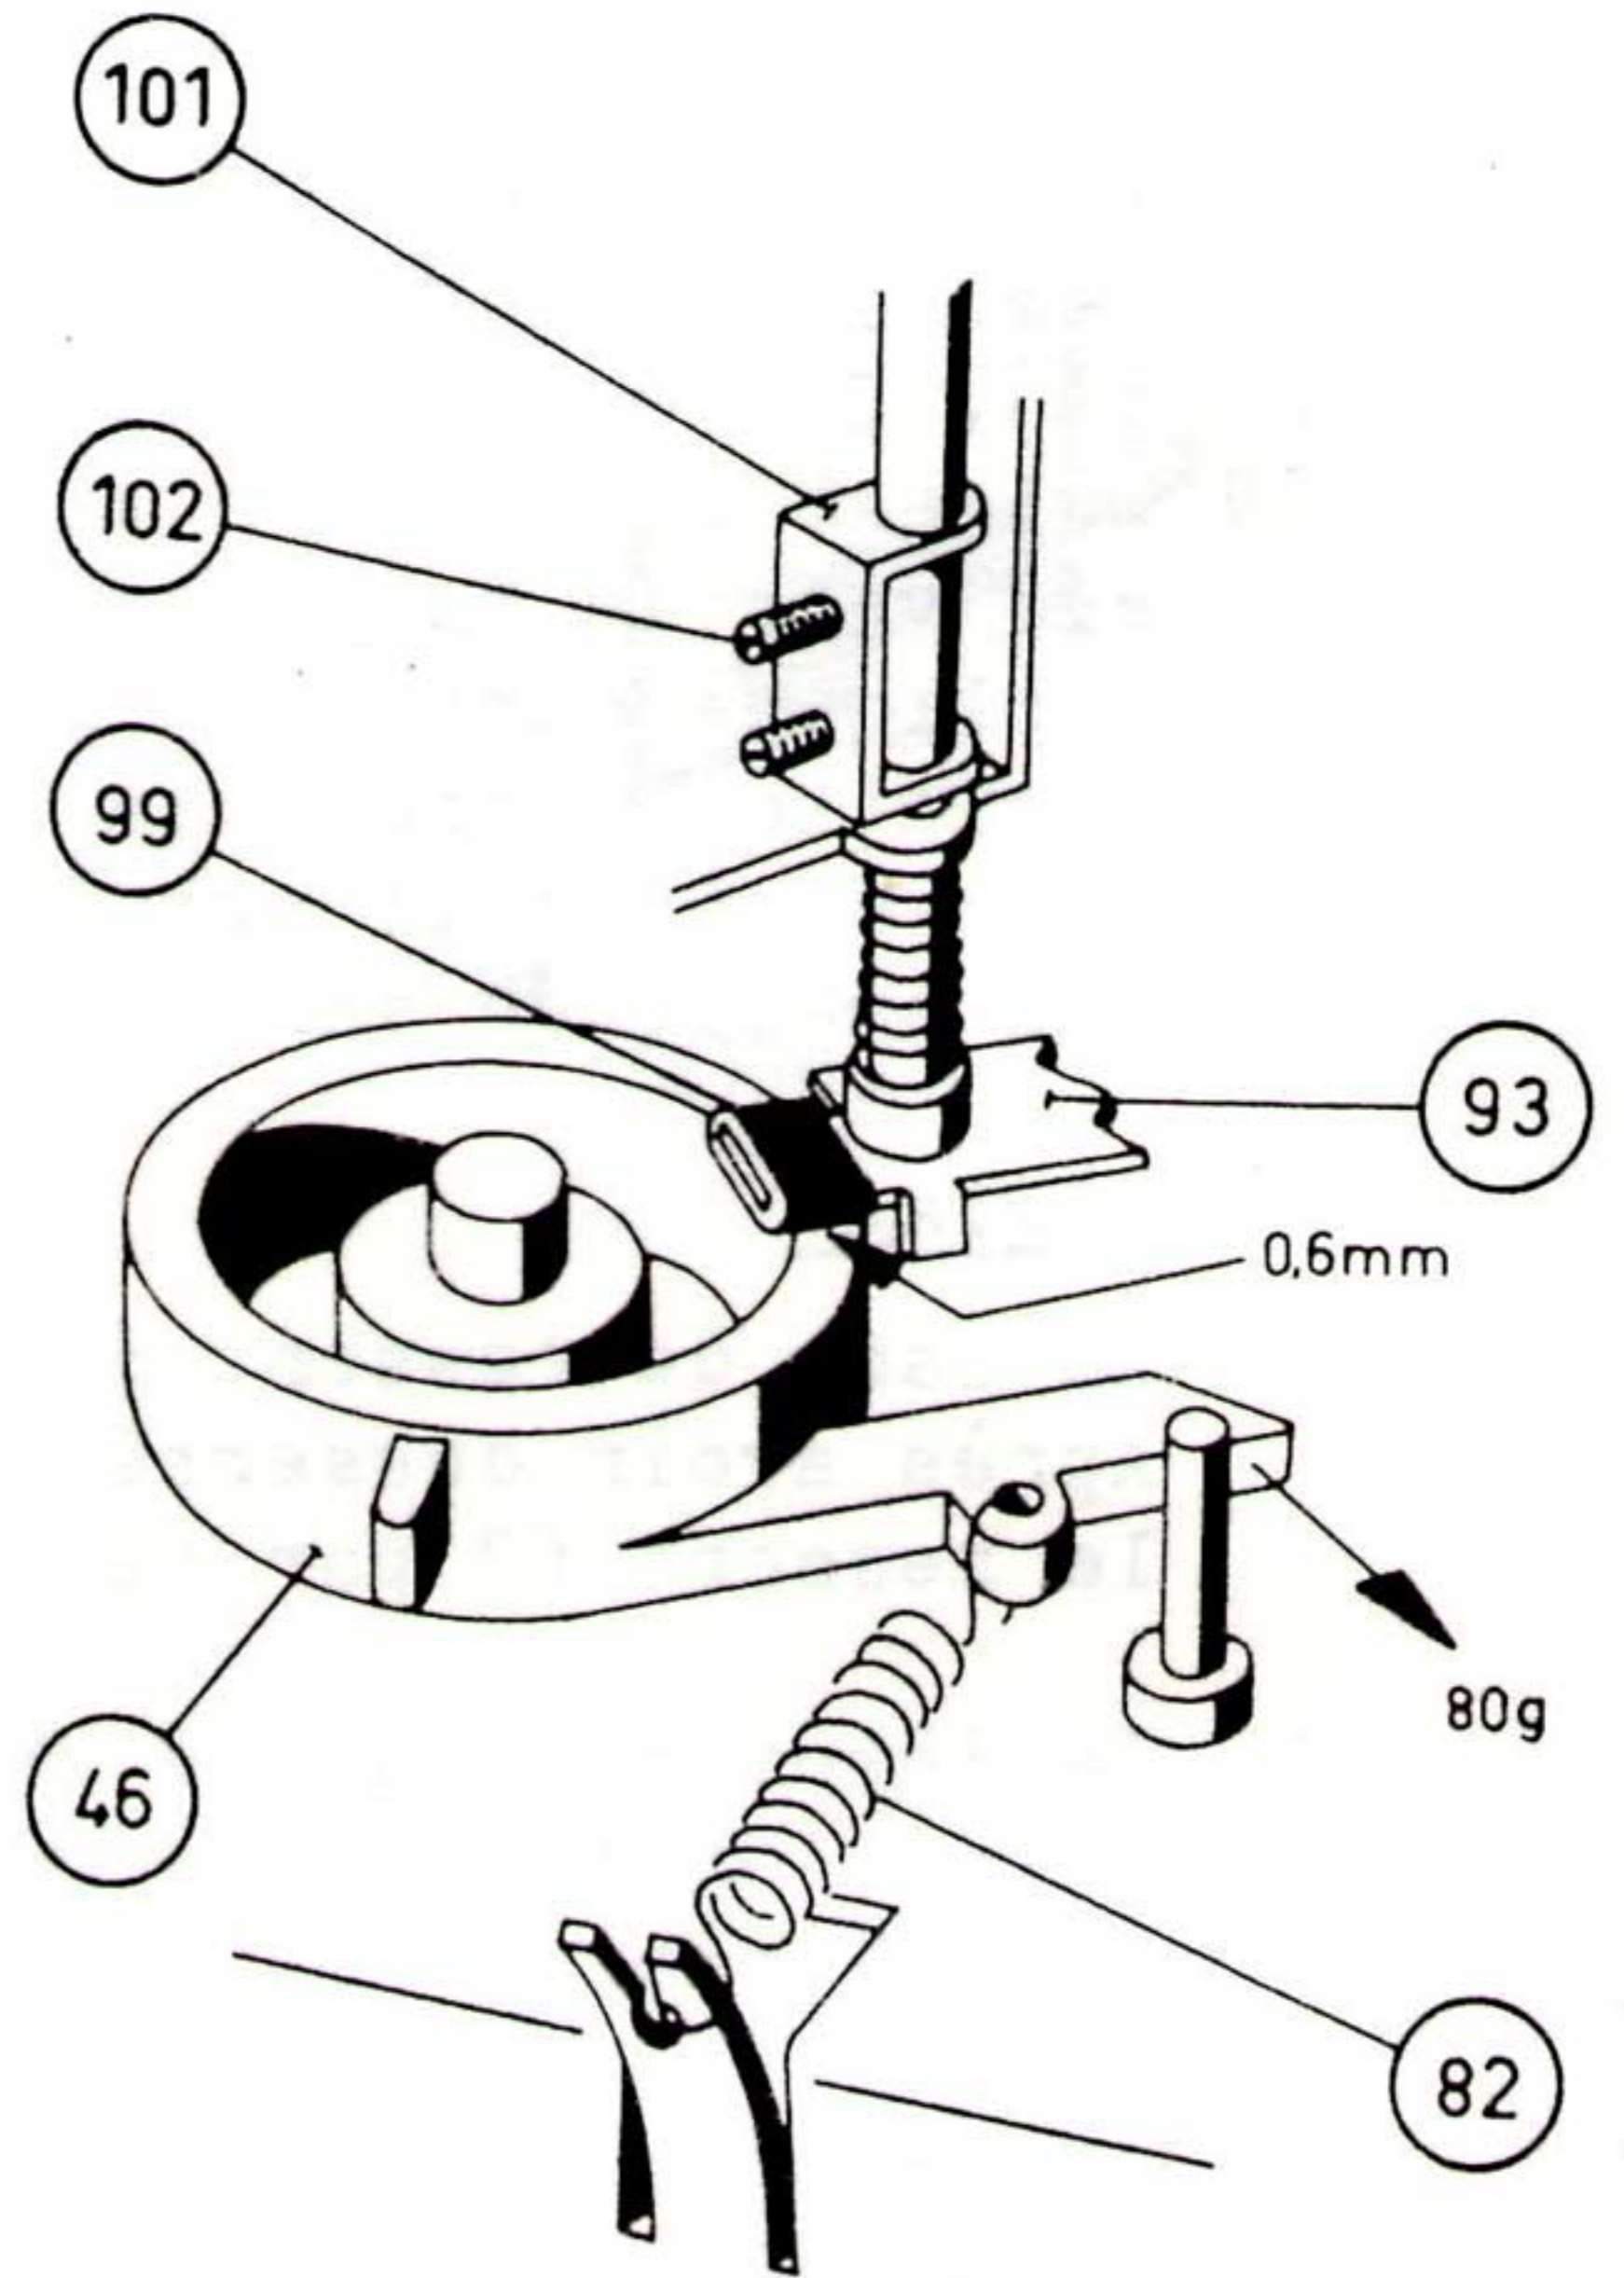

Fig.19
H. POULIE D'EMBRAYAGE 46 (voir la fig. 19)
1. Lors de la descente du bras de pick-up, la longue languette de la poulie d'embrayage 46 doit pousser contre la broche de butée avec une force de 100 g au minimum (voir la fig. 19).
2. Dans la position inférieure la distance entre la pièce de frottement en nylon 99 et la poulie d'embrayage 46 doit être de 0,6 à 0,7 mm (voir la fig. 19).